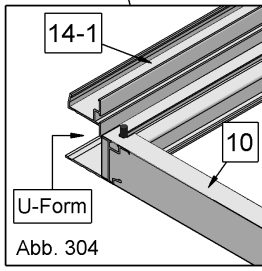
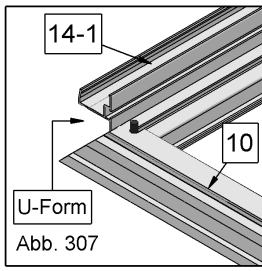

Abb. 304
Abb. 307
Bei der Ausführung mit Basisrahmen wird die einfache Grundschiene durch den Basisrahmen ersetzt. (Abb. 307 - 309)
1. Montieren Sie die beiden Eckpfosten Nr. 14 an den äußeren Enden der Grundschiene Nr. 10, wie in Abbildung 304 und 306 gezeigt. Die Abbildung 307 und 309 zeigt die Ausführung der Version mit Basisrahmen.
Abb. 304 bis 306: Ausführung mit Grundschiene
Abb. 307 bis 309: Ausführung mit Basisrahmen